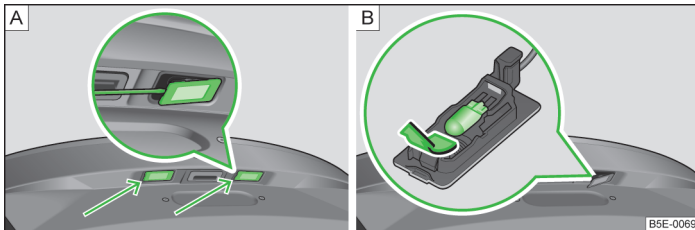

Abb. 224 Kennzeichenleuchte ausbauen / Glühlampe wechseln
- Einen Schlitzschraubendreher an der mit dem Pfeil gekennzeichneten Stelle » Abb. 224 - [A] einsetzen, leicht eindrücken und die Feder entriegeln.
- Die defekte Glühlampe aus dem Halter in Pfeilrichtung herausziehen » Abb. 224 - [B].